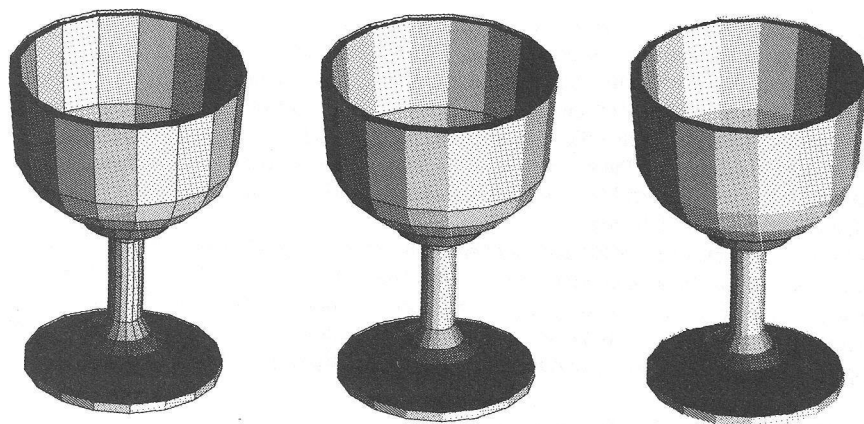

Bild 7. Hier ist der Unterschied zwischen den Verbindungsvorschriften 0, 1 und 2 zu sehen
D. – Schattierungs-Modus an/aus: Auch schattierte Grafiken sind mit Giga-CAD möglich. Dabei holt das Programm 64 beziehungsweise in Multicolor 192 verschiedene Graustufen durch unterschiedliche Rastermuster aus der Trickkiste. Dabei wird der Körper so schattiert, als würde er von der Sonne angestrahlt. Der Rechenaufwand ist der gleiche wie bei Hidden-Line-Grafiken. Jedoch werden hier die sonst weißen Flächen mit dem jeweiligen Muster aufgefüllt. Hier kommt nun endlich die so oft angesprochene Verbindungsvorschrift zum Tragen. Veranschaulicht wird dies in Bild 7. Der erste der dargestellten Kelche wurde mit der Verbindungsvorschrift »0«, der zweite mit »1« und der dritte mit »2« konstruiert. Bei einer Kugel wäre beispielsweise die Verbindungsvorschrift »2« anzuraten. Bei Gebäuden sollten Sie aber besser Verbindungsvorschrift »0« wählen. Rotationskörper, wie der abgebildete Kelch, sind oftmals mit »1« sehr wirkungsvoll.